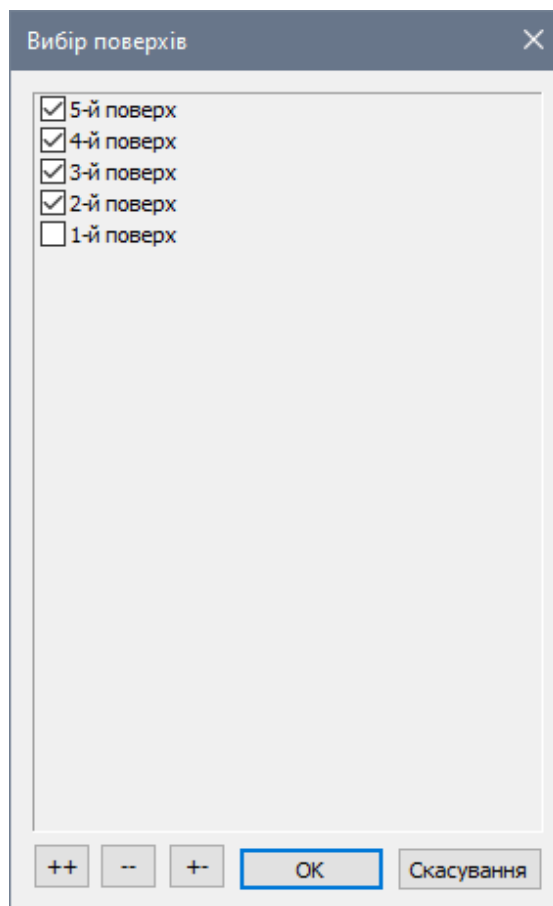

Рис. 23.25. Діалогове вікно **Вибір поверхів**
- Викличте діалогове вікно **Вибір поверхів** (рис. 23.25) натисканням по кнопці  – **Вставити на вибрані поверхи** (панель **Коригування** на вкладці **Редагування**).